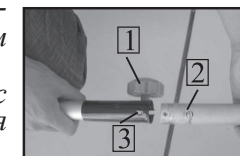

рис.2
6.1 Установка нижней части штанги гибкого вала (рис.2).
6.1.1 Ослабьте барашковую рукоятку 1 (рис.2), откручивая её против часовой стрелки.
6.1.2 Совместите верхнюю и нижнюю части штанги, как показано на рис.2
6.1.3 Соедините верхнюю и нижние части штанги. При этом фиксирующая кнопка 2 (рис.2) должна войти в отверстие 3 (рис.2) соединительной муфты.